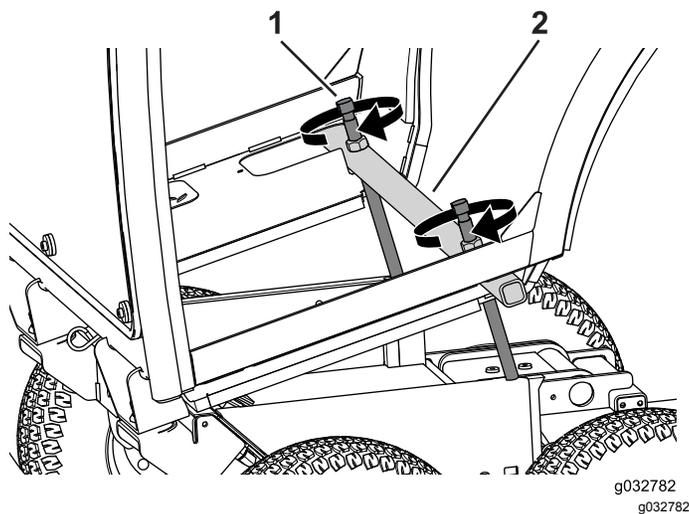

Figura 67
2. Posizionate il gruppo della barra di sollevamento attraverso il telaio della cabina (Figura 67).
3. Alternate l'avvitamento delle viti di sollevamento, qualche giro per volta, fino a quando la cabina non ruota in avanti (Figura 67).